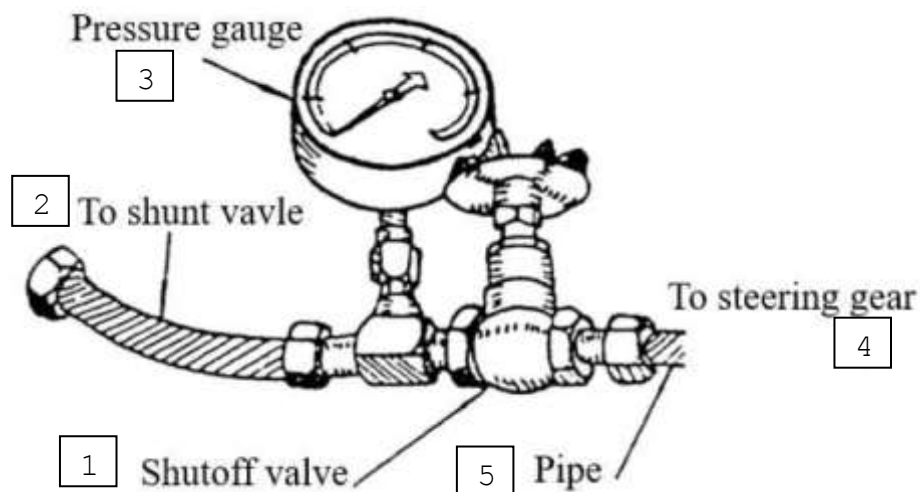

Рис. 3-4-6:
Для безопасности и удобства ремонта рекомендуется, чтобы патрубок датчика давления был установлен на входе масла рулевого механизма для установки датчика давления (см. Рис. 3-4-6).
(5) Чтобы измерить давление масла в системе рулевого управления, используется датчик давления в диапазоне 15–20 МПа. Запорный клапан, шланг и датчик давления устанавливаются, как показано на Рис. 3-4-6.